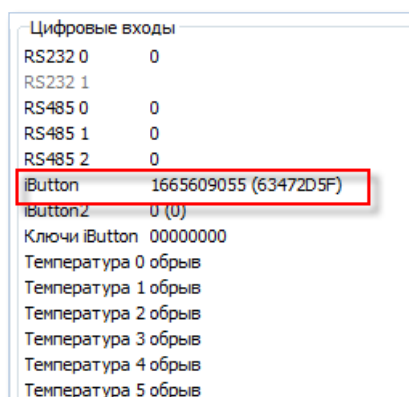

Рисунок 8. Фиксация значения идентификатора iButton
2. Приложите ключ iButton к контактам 1-Wire и GND и зафиксируйте значение идентификатора доверенного ключа в поле iButton на вкладке «Устройство» (данное значение будет отображено в скобках Рис. 8).